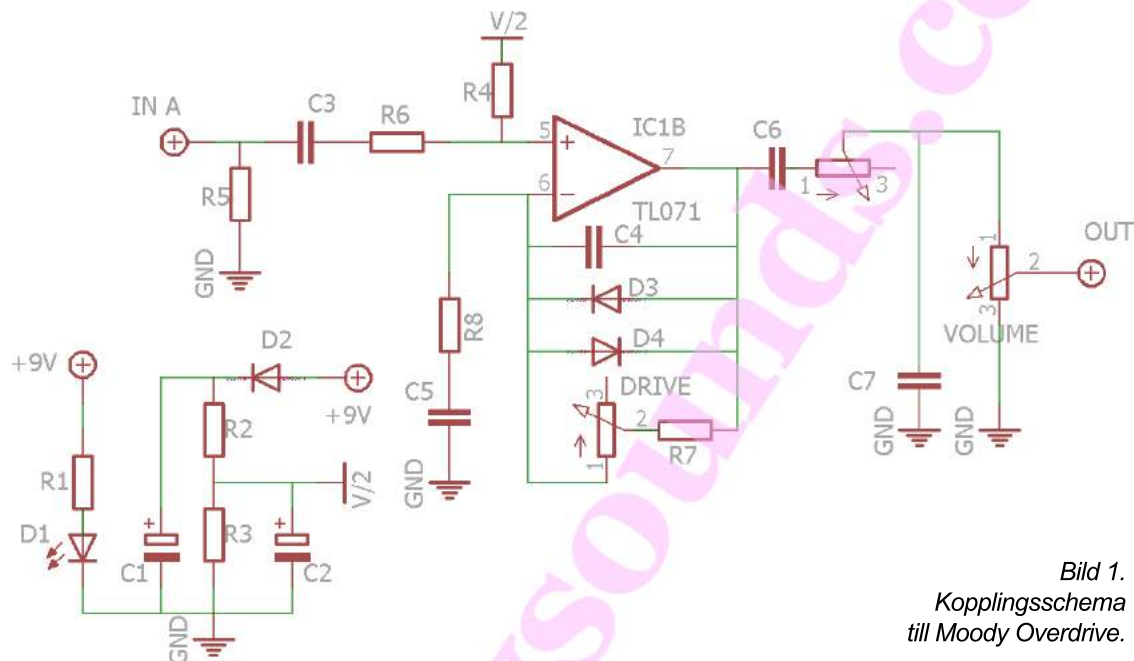
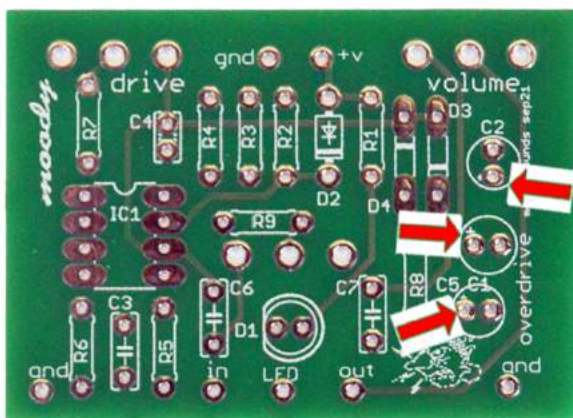

Bild 1.
Bild 2. Kretskort med och utan komponenter.
1. Moody Overdrive beskrivs av kopplingsschemat i bild 1. Kretsens komponenter ska monteras och lödas på kretskortet som visas i bild 2. Ta fram kortet och börja med att montera kretsens **Resistorer**. Färgade ringar beskriver vilken resistans de har. Använd färgkoden i komponentlistan för att lokalisera dem i påsarna och placera ut dem på kortet. Moody Overdrive har 8 st resistorer, betecknade R1 till R8. R9 används inte i standardutförandet.
5. Löd de 7 st. **Kondensatorerna** C1 till C7. C1, C2 och C5 är elektrolytkondensatorer och de måste vändas rätt. El-lyter har ett ben som är längre än det andra. De längsta benen ska fästas i hålen som är märkta med plustecken på kortet. De spelar ingen roll hur de övriga kondensatorerna vänds. Sätt el-lyternas längsta ben i hålen som visas med röda pilar i bild 1.
6. Tryck ned **OP-förstärkaren** i IC-sockeln. **Den måste vara vänd så som trycket på kortet visar.** Ibland anges aktuell sida med en prick (som i bild 1), ibland med en halvcirkel.
9. Placera P1, P2 och P3 i deras hål på kortet. De ska inte fästas på samma sida som de andra komponenterna, se bild 2. Löd fast ett stift på varje potentiometer. Försök att få upp dem en bit, så att de inte ligger mot kortet. Det finns fem gummifötter inkluderade i kittet. Fyra av dem är avsedda för locket och den femte kan klistras på baksidan av P3 för att förhindra att den kommer mot kortet. Om du vill använda klisterdekalen sätt fast den innan du går vidare till steg 10!